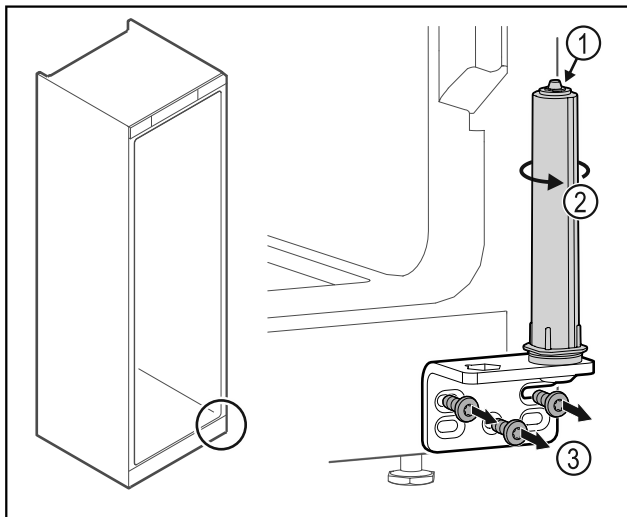

Fig. 39
- ▶ Ne rastavljajte sustav zatvaranja vrata Fig. 39 (1).
- ▶ Okrećite sustav zatvaranja Fig. 39 (2) dok ne klikne.
- ▶ Odvrnite kutne šarke Fig. 39 (3).